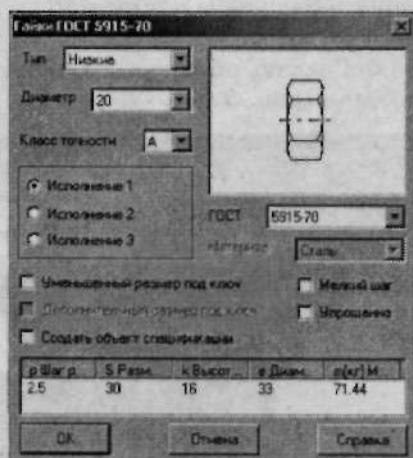

Рис. 3.65. Диалоговое окно выбора параметров гайки
14. Дважды щелкните левой клавишей мыши по заголовку **Гайки шестигранные** — появится диалоговое окно выбора параметров гайки (рис. 3.65).